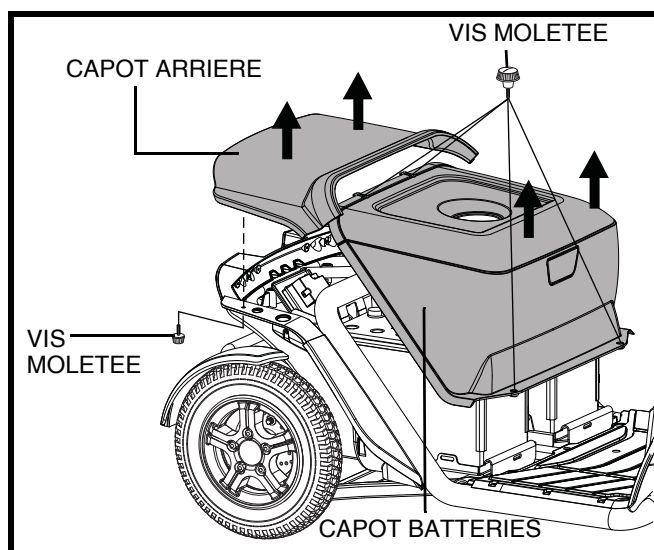

Figure 13. Enlèvement/Installation du capot
- Retirez le capot arrière du scooter en le soulevant bien droit à la verticale. Le capot est fixé au scooter à l'aide d'attaches réutilisables et deux vis moletées. **Voir la figure 13.**
- Retirez les quatre (4) vis moletées du couvercle à batteries qui le fixe sur la structure et soulevez-le à la verticale. **Voir la figure 13.**